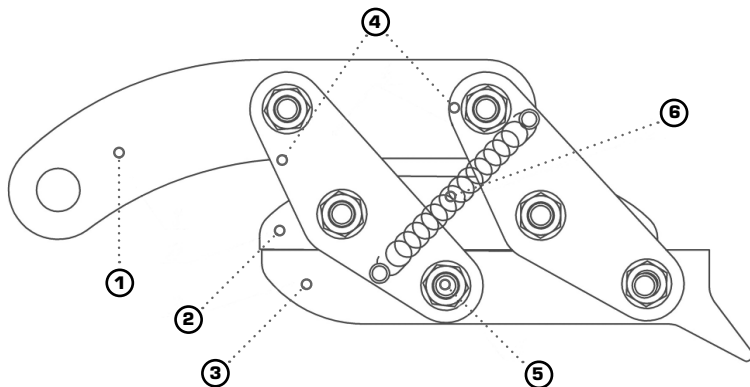

Рис. 1
Зажим монтажный типа ЗПМ (рис. 1) состоит из тяги поз. ①, рычагов поз. ④ через которые при монтаже передается усилие на провод. Губки зажима с насечкой поз. ② и поз. ③, которые надежно удерживают провод, исключая проскальзывание. Предварительный поджим провода при монтаже обеспечивает пружина поз. ⑥ (В зажимах ЗПМ-19-29 и ЗПМ-29-41 пружина поз. ⑥ находится в теле тяги поз. ①). Кинематика зажима осуществляется за счет шести пальцев поз. ⑤.